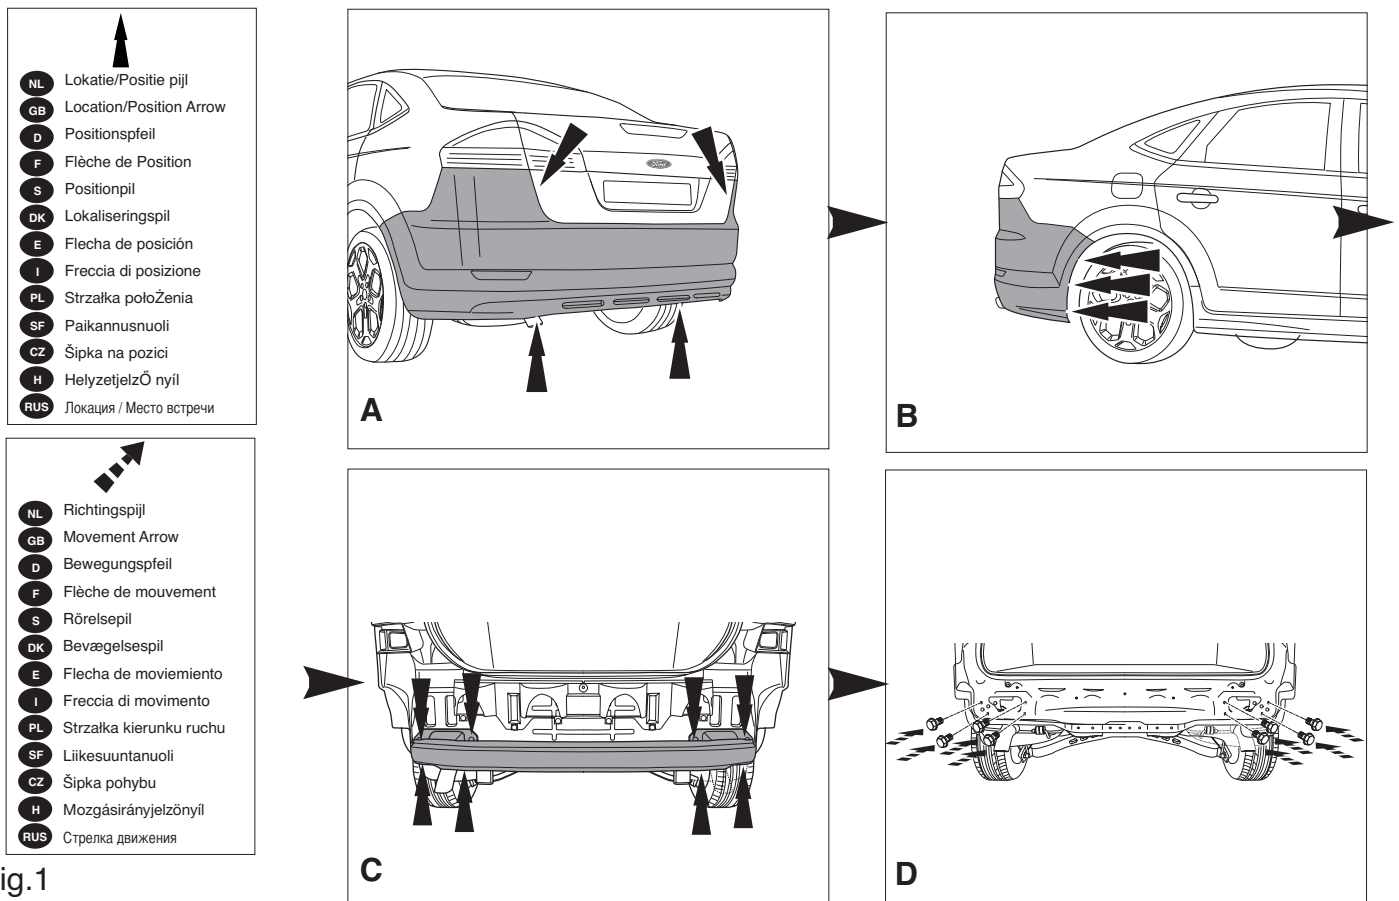

Fig.1
1. Die Stöbstanze einschließlich des stählernen Stöbalkens vom Fahrzeug abmontieren. Der Stöbalken wird nicht mehr benötigt. Die Schrauben wieder anbringen. Siehe Abbildung 1.
1. Demonter kofangeren, inklusive køretøjets stålstødbjælke. Denne bliver overflødig. Sæt bolte på plads igen. Se fig. 1.
1. Zdemontować z pojazdu zderzak wraz ze stalową belką zderzakową, belka zderzakowa nie będzie ponownie używana. Zderzak ponownie sruby. Patrz rysunek 1.